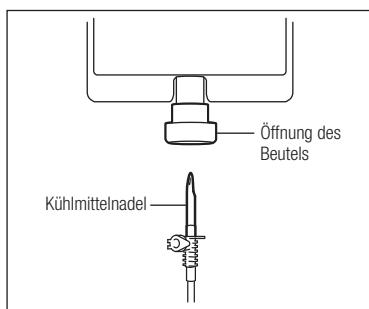

Abb. 10
- 3) Führen Sie die Kühlmittelnadel in die Öffnung des Beutels ein. (Abb. 10).